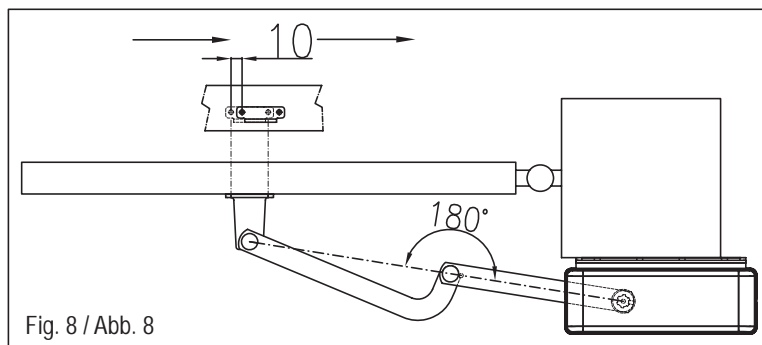

Fig. 8 / Abb. 8
01. Enlever le bouchon de protection du débrayage (A) ;
02. Desserrer les vis (B) et retirer le couvercle (C) ;
03. Dévisser les vis et les écrous (D) et enlever l'opérateur de la plaque d'ancrage (E) ;
04. Fixer la plaque d'ancrage (E) dans la position voulue avec 4 chevillées expansion ou, quand cela est possible, en la soudant à la colonne portante ;
05. Remonter l'opérateur et serrer les vis et les écrous (D) ;
06. Monter le bras articulé assemblé (F) sur l'opérateur et le fixer avec la vis (G) et le goujon (H) ;
07. Débrayer l'opérateur avec la clé (I) et positionner le bras complètement ouvert sur le vantail du portail fermé (fig. 8) ;
08. Définir ensuite la position de la patte avant et se déplacer de 10 mm vers l'opérateur comme indiqué sur la fig. 8 ;
10. Régler de manière adéquate les cames de fin de course (L) ;
11. Positionner le couvercle (C) et fixer les vis (B) ;
12. Rebloquer l'opérateur et remettre en place le bouchon de protection du débrayage (A).
01. Quite el tapón que cubre el dispositivo de desbloqueo (A).
02. Afloje los tornillos (B) y extraiga la tapa (C).
03. Desenrosque los tornillos y las tuercas (D) y quite el motorreductor de la placa de fijación (E).
04. Fije la placa de fijación (E) en la posición escogida con 4 tacos de expansión o, cuando sea posible, soldada a la columna portadora.
05. Monte nuevamente el motorreductor y apriete los tornillos y las tuercas (D).
06. Monte el brazo articulado ensamblado (F) en el motorreductor, fijándolo con el tornillo (G) y el pasador (H).
07. Desbloquee el motorreductor con la llave correspondiente (I) y acomode el brazo totalmente abierto sobre la hoja de la cancela cerrada (Fig. 8).
08. Determine la posición de la placa anterior y desplácese 10 mm hacia el motorreductor, tal como se muestra en la Fig. 8.
10. Regule adecuadamente las levas de fin de carrera (L).
11. Monte la tapa (C) y fije los tornillos (B).
12. Bloquee nuevamente el motorreductor y coloque el tapón que cubre el dispositivo de desbloqueo (A).